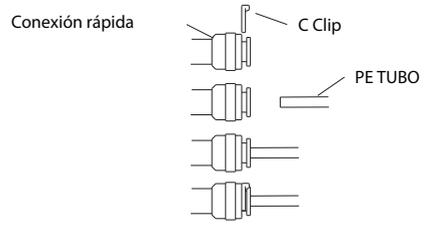

Figura 4
4. INSTALACIÓN DE CONECTOR RÁPIDO (COMO FIGURA 4):